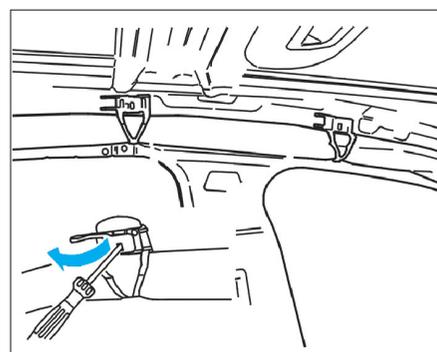

FIG. 11
- les clips de maintien de l'airbag sur la carrosserie (4 de chaque côté) (Fig.11)